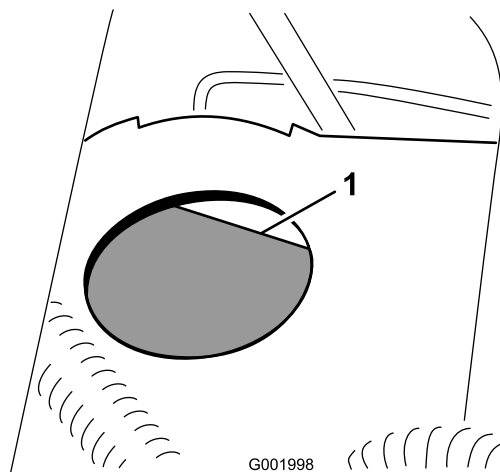

Рисунок 61
2. Уровень жидкости должен доходить до линии Full («Заполнено») на резервуаре (Рисунок 61).